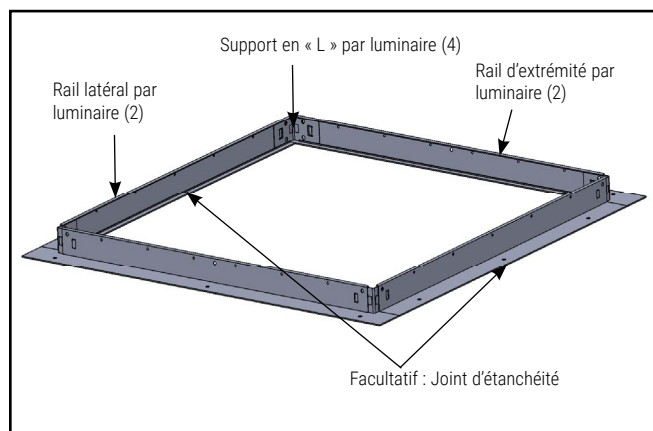

Figure 2.
2. Installations en salle blanche seulement : Ajoutez un joint blanc 66025 au bord intérieur du cadre pour le contact au boîtier et au bord extérieur pour le contact au plafond. (Figure 2)